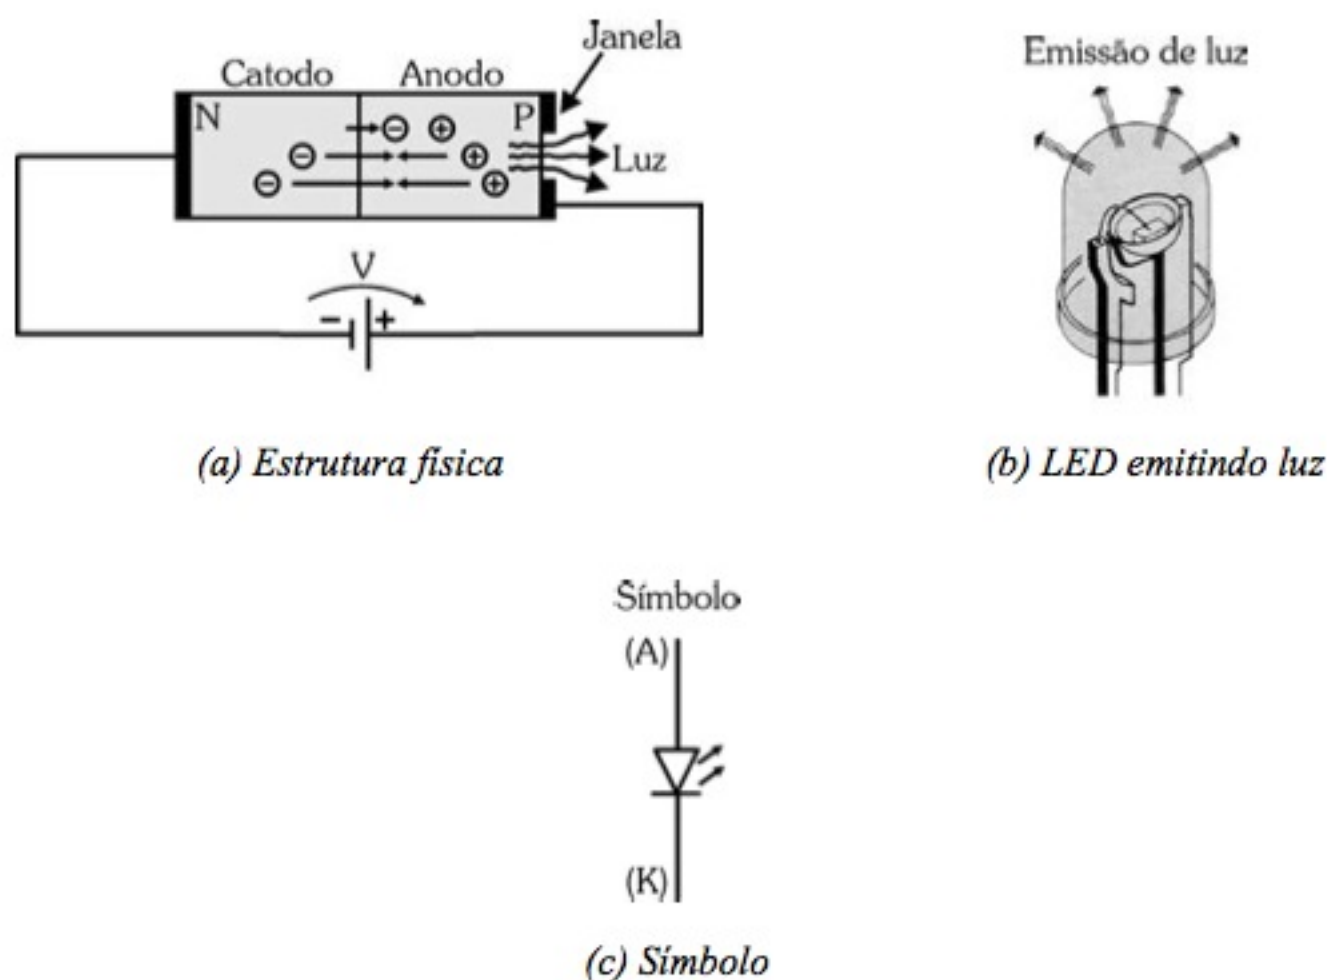

Figura 1.28 - LED - diodo emissor de luz.
Nos diodos comuns, a energia irradiada é térmica, produzindo calor. Nos LEDs, por utilizarem elementos como o gálio (Ga), arsênio (As) e o fósforo (P) em sua fabricação, a energia irradiada é eletromagnética, produzindo luz, conforme ilustra a Figura 1.28.
Os LEDs mais comuns têm um aspecto similar ao apresentado na Figura 1.28(b) com diâmetros de 3, 5 e 10 mm, nas cores vermelha, verde e amarela.